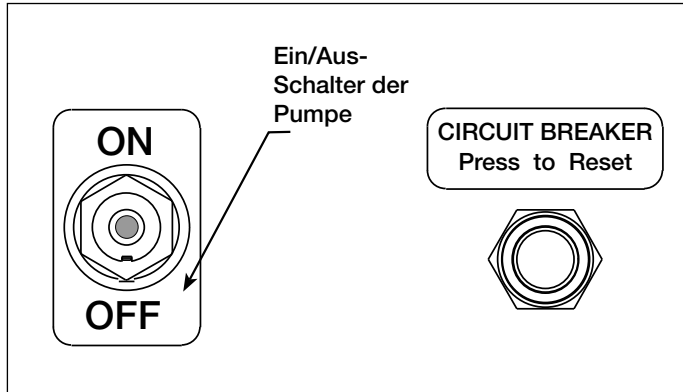

Abb. 7, Pumpenbedienfeld
5.1 Ein/Aus-Schalter der Pumpe (siehe Abb. 7)
4. Schließen Sie das Gerät an den Strom an. Stellen Sie den Ein/Aus-Schalter der Pumpe auf EIN. Siehe Abb. 7.